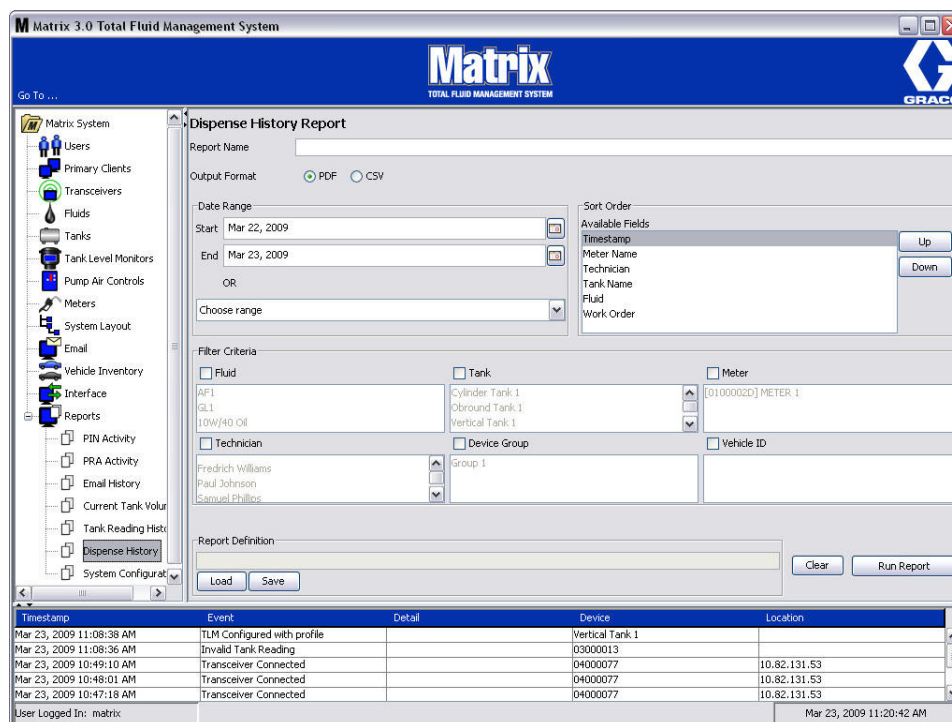

Рис. 175
- Экран «Dispense History» [Журнал выдачи] (Рис. 175)